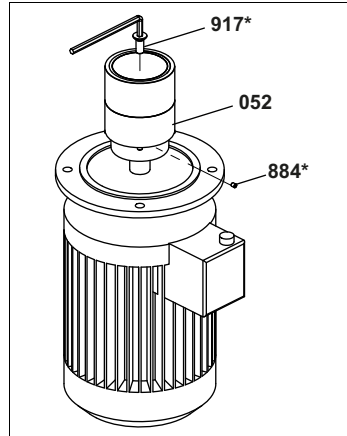

Fig. 1
3. Selon la dimension constructive du moteur, desserrer la vis sans tête **884**** ou la vis noyée **917****, voir Fig. 1, page 31.